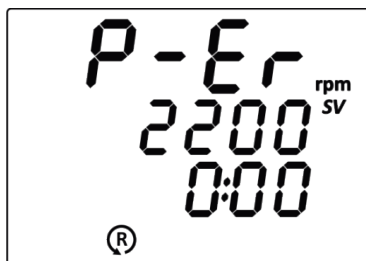

Рисунок 11 - Ошибка датчика скорости вращения
- 8.4.5. Если на дисплее отображается индикатор неисправности датчика скорости вращения [®] и выдаётся соответствующее сообщение об ошибке (Рисунок 11), следует прекратить работу с перемешивающим устройством и обратиться в сервисный центр производителя.